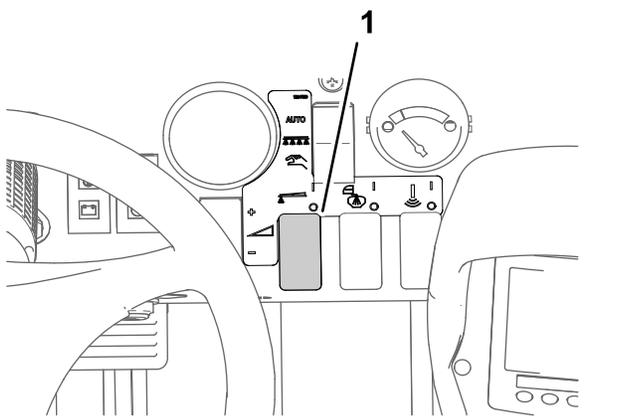

Figura 33
8. Utilize o interruptor da taxa de aplicação para atingir a pressão desejada, conforme indicado no Guia de seleção de bicos fornecido com o pulverizador (Figura 33).